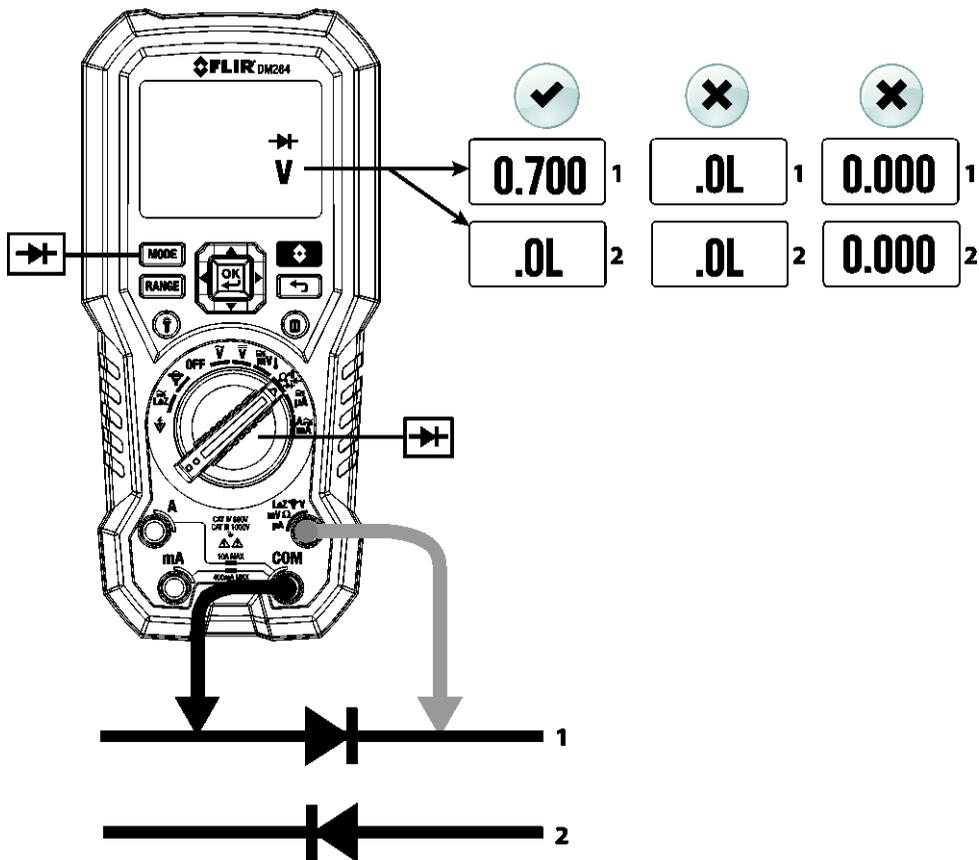

Fig. 7-4 Test de diode classique
4. Avec la pointe de la sonde, touchez la diode ou la jonction semi-conductrice en cours de test dans une polarité (sens), puis dans la polarité opposée, comme illustré sur la **fig. 7-4**.